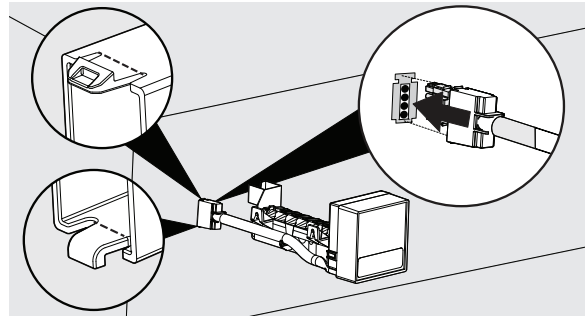

figure 9
13. Raccordez le faisceau de câblage au connecteur monté sur le panneau arrière du congélateur, juste à gauche de l'endroit où le tube d'entrée d'eau passe. Le connecteur du harnais ne peut être inséré que dans un sens. Ensuite, faites coulisser le couvre-connecteur de la machine à glaçons sur le connecteur (voir la figure 9 – agrafe en haut, crochet en bas). Le couvre-connecteur de la machine à glaçons peut alors, selon la version de votre panneau arrière, être enclenché en place dans le panneau arrière ou coulissé fermement jusqu'au panneau arrière (voir remarque ci-dessous). Fixez ensuite la machine à glaçons aux 2 vis de montage que vous avez insérées plus tôt, à l'étape 12. (Voir la figure 10.) Serrez les vis. Assurez-vous que le tube d'entrée d'eau est à l'intérieur de la coupe de remplissage.